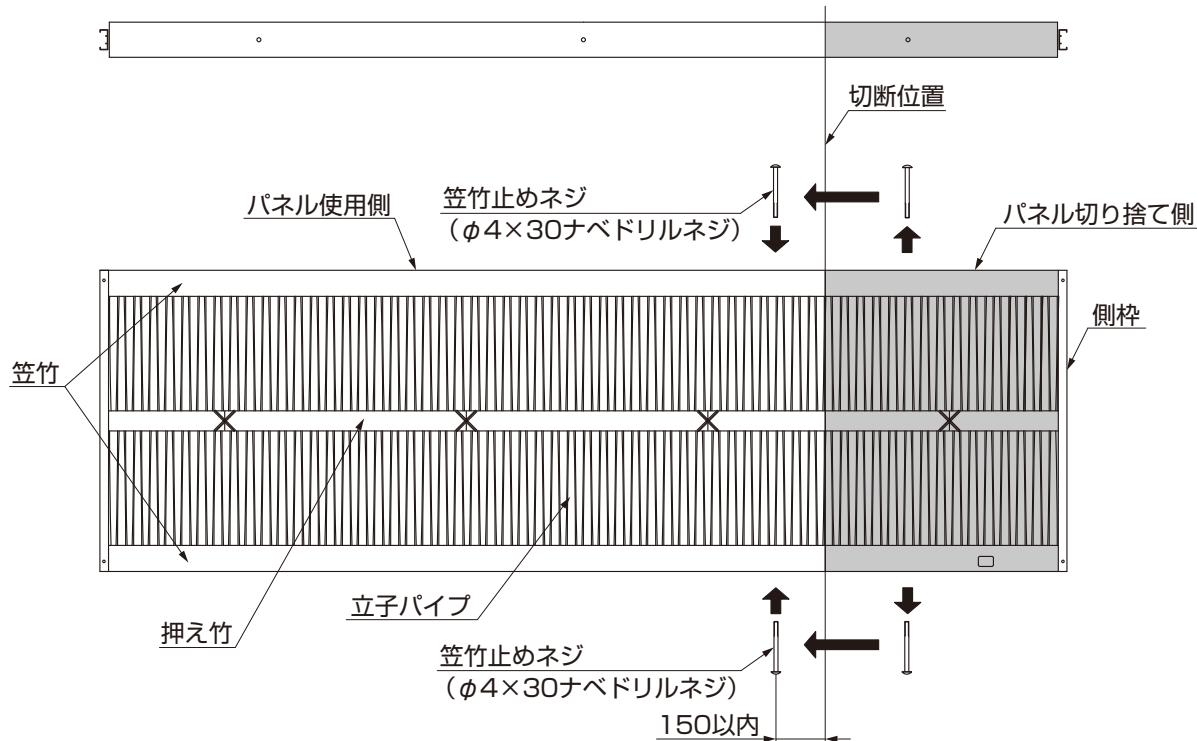

図3-1
①「笠竹止めネジ」をパネル切り捨て側から取り外し、パネル使用側のパネル切断位置から150mm以内の笠竹にネジ止めしてください。(図3-1参照)
②パネル本体を切断位置で切断してください。(図3-1参照)
- コーナー柱の場合、パネル受け部材の取付け位置は、図3-1の角度の範囲内です。